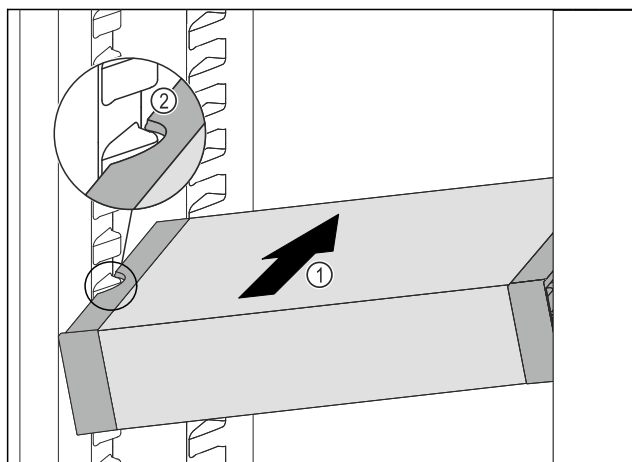

Fig. 56
- ▶ Împingeți VarioSafe oblic în frigider Fig. 56 (1), până când degajările laterale Fig. 56 (2) ale VarioSafese află la înălțimea nervurii recipientului din frigider.